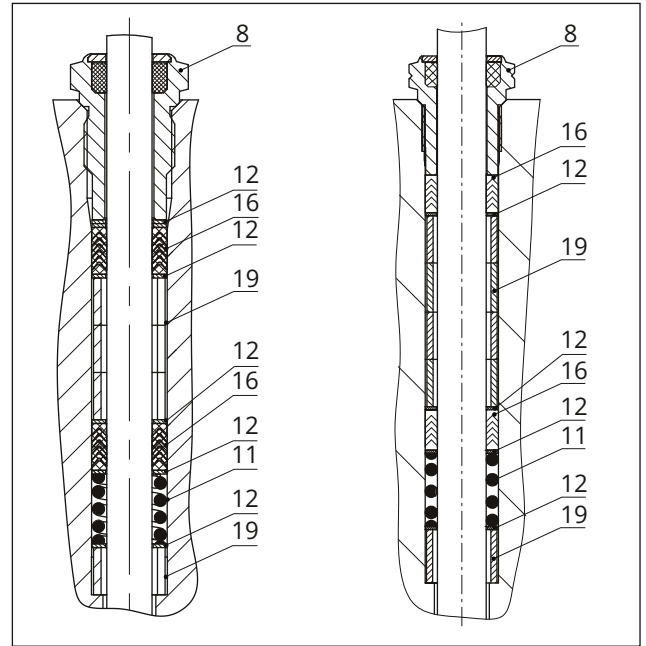

図 25: 標準の増し締め型パッキン
12. 適切な工具を用いて、弁軸の上方のパッキン部品をパッキンチャンバ内に慎重にスライドさせます。適切な手順に従ってください（図 25 を参照）。
12. 適切な工具を用いて、弁軸の上方のパッキン部品をパッキンチャンバ内に慎重にスライドさせます。適切な手順に従ってください (図 25 を参照)。
13. プラグ (5) を弁座 (4) にしっかりと押し込みます。フランジ (2) をボディのナット (14) で固定します。ナットを十文字の順に徐々に締めます。締め付けトルクを順守してください。
14. ねじ込みブッシング (8) を取り付け、締めます。締め付けトルクを順守してください。
15. ヨーク (3) をフランジ (2) に取り付け、キャッスルナット (92) を使って締めます。
16. ロックナット (10) と軸コネクタナット (9) を弁軸に緩くねじ留めします。